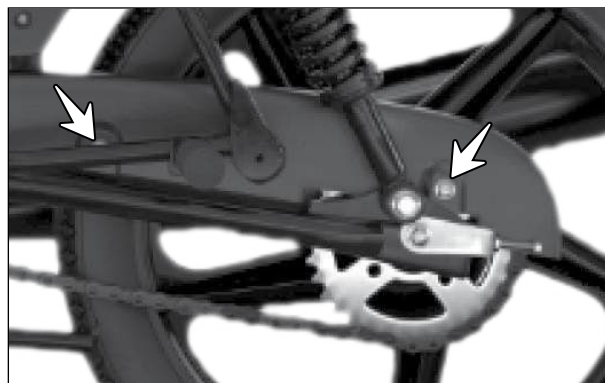

Fig. 6.67
- Remova os parafusos (M6x12) e as arruelas (setas) de fixação da cobertura da corrente e remova a cobertura da corrente. (Fig. 6.67)